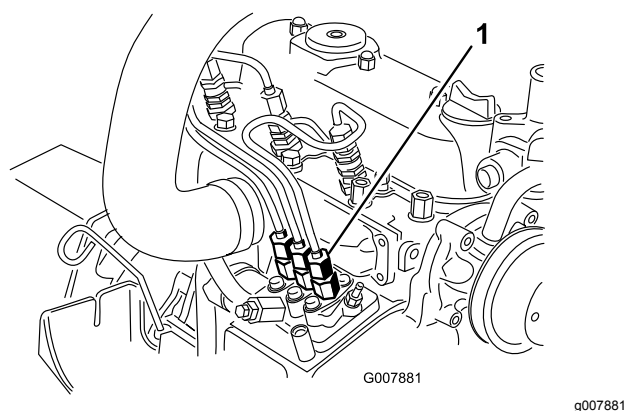

Figura 38
1. Coloque um tapete por baixo da tubagem que sai da bomba de injeção para o bico injetor n.º 1 conforme ilustrado em Figura 38.